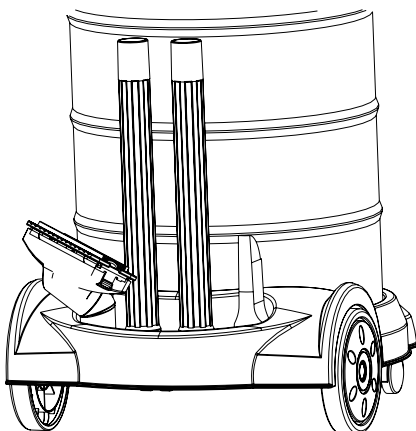

Fig. 13 – Espacio para guardar accesorios
- En la aspiradora existe un espacio destinado para guardar las tuberías extensoras y bocales, según muestra la Fig. 13.
2. *Presione la llave enciende/apaga para accionar la aspiradora de polvo, de acuerdo a lo mostrado en la Fig. 13, para apagar basta presionar nuevamente el botón.*